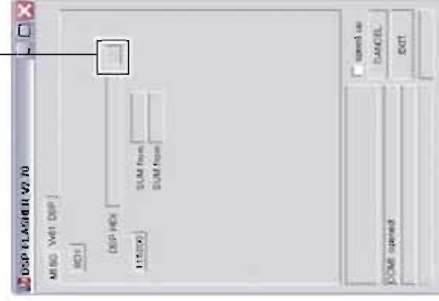

Fig. 5
3. Click [...], and select the firmware name. (Fig. 5)
3. [...] をクリックし、書き込むファームウェアを選択します。(Fig. 5)